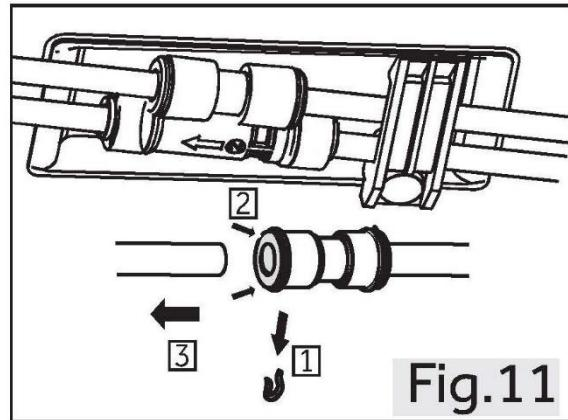

Fig.11
- Sganciare il lato sinistro dei due raccordi dell'acqua nell'angolo anteriore sinistro nella parte inferiore dell'elettrodomestico: tenere premuta la ghiera come mostrato e rimuovere il tubo dell'acqua. (Fig.11).